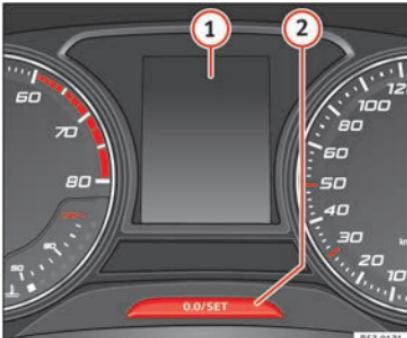

Fig. 48 Quadro strumenti
»» **fig. 48 ①.**
Mantenere premuto il tasto **0.0/SET** per più di 5 secondi per consultare il messaggio di Service **» fig. 48 (2)**.